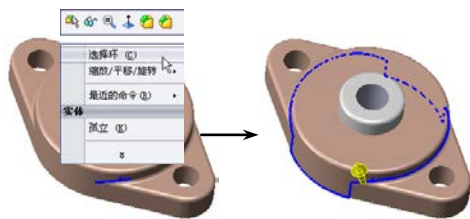

图 1-14 “选择环”操作
- 选择环：右键单击当前选中的对象，在弹出的快捷菜单中选择“选择环”菜单项，可选择与当前对象边线相连的环组，如图 1-14 所示。